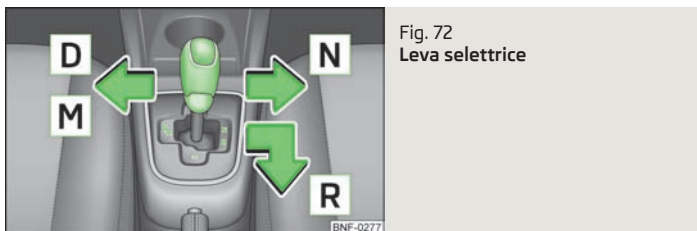

Fig. 72
- Premere verso sinistra la leva selettoria in posizione molleggiata nella direzione indicata dalla freccia» fig. 72 e quindi inserire **D**.
- Spostare la leva selettoria verso destra nella direzione indicata dalla freccia » fig. 72 in posizione **N**.